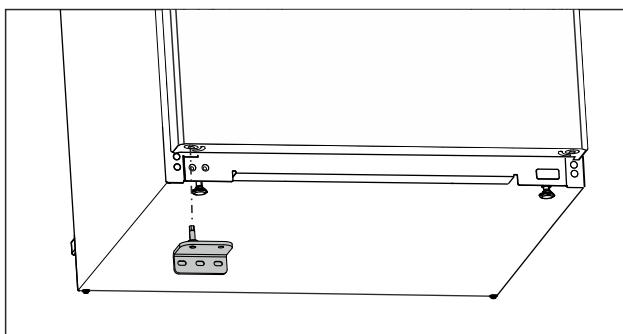

Fig. 17
- Вставте нижній опорний кронштейн із протилежного боку. (див. Fig. 17)